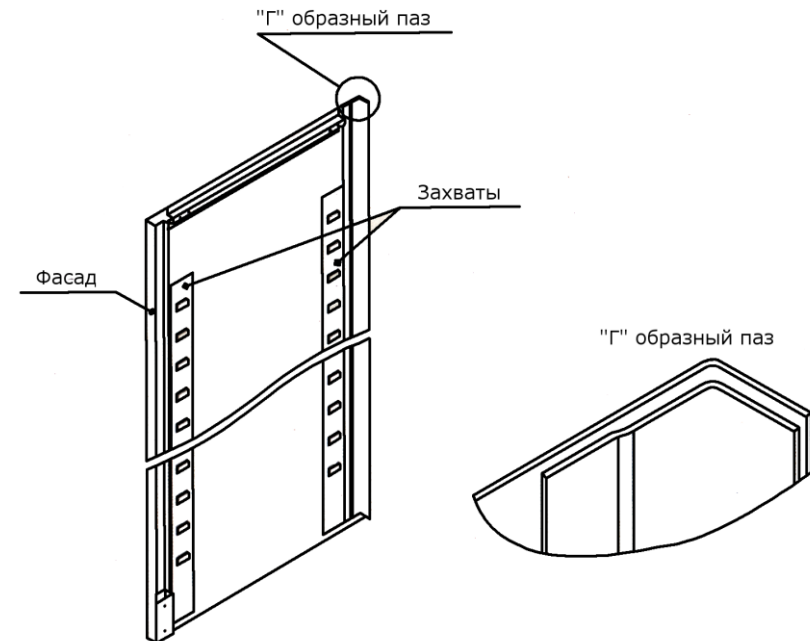

Рис. 4
1. Перед сборкой нарезать резьбу саморезом в отверстиях боковых (Рис. 4) и задних стенок (Рис. 5).
Боковые стенки. В задней части боковой стенки профиль образует Г-образный паз, в который входят задние стенки. Для установки полок по всей длине стенки расположены 2 ряда захватов (Рис. 4).